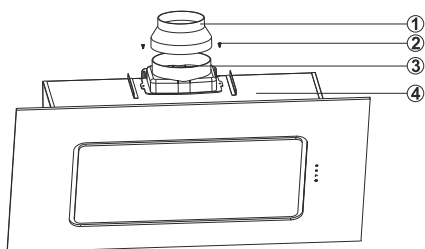

Fig. 12
Montare la canna fumaria in plastica sul corpo del prodotto, usando viti da 3.5x9.5 (Fig. 12).
- Collegare l'adattatore per canna fumaria in plastica Ø150/120 mm all'uscita dell'aria se il tubo dello scarico dell'aria è 120 mm (Fig. 12).